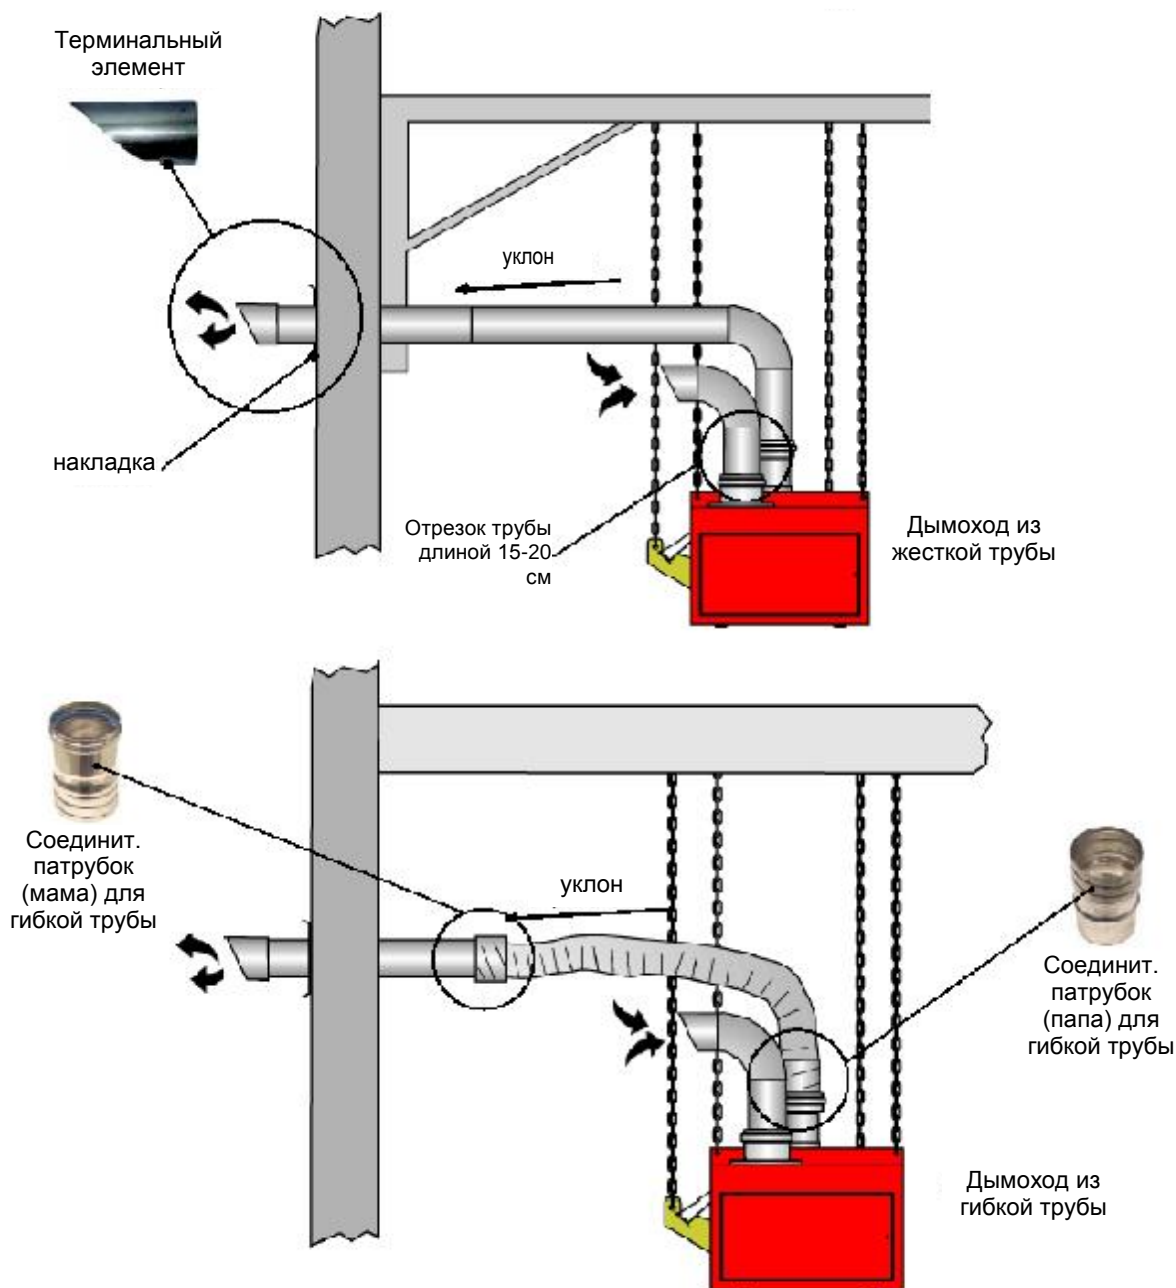

Fig. 14
- 1) После завершения крепления собранной однострунной нагревательной панели к конструкциям кровли выполнить дрелью с фрезой $\varnothing 80$ мм (вне зависимости от модели панели PANRAD LINE) сквозное отверстие в кровле для дымохода типа В₂₂ (см. рис. 14).
- 5) В случае если дымоходы выполняются из гибкой трубы, установить на кровельных оконечных элементах и на подсоединениях блок-горелки соответствующие патрубки для подсоединения гибкой трубы (рис. 14).
При выполнении максимально допустимой длины воздуховода и дымохода расположить трубу с определенным перепадом уровня с тем, чтобы возможный конденсат со *Рис.14*, дымоходной трубы мог иметь выход наружу.